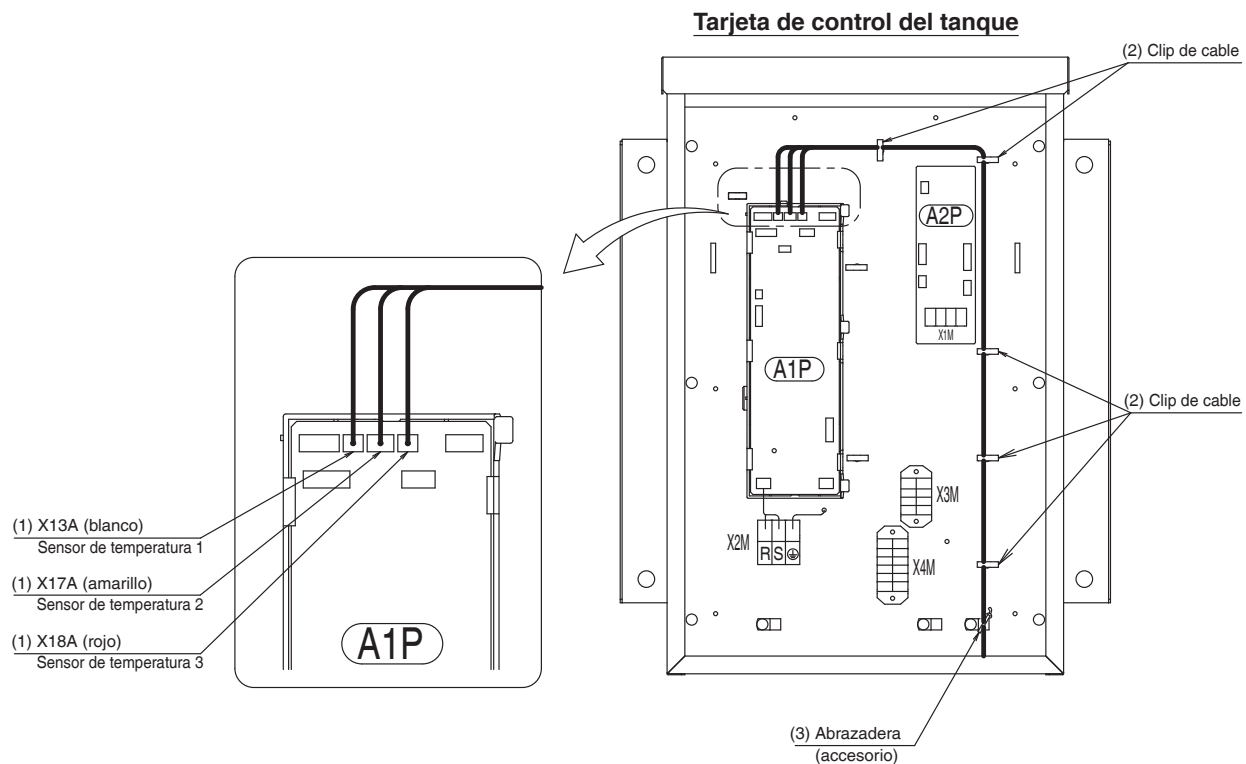

Fig. 6
- (2) Pase el mazo de cables del relé a través del clip del cable.
- (3) Para el mazo de cables del relé, asegure la abrazadera (accesorio) como se muestra en la Fig. 6 para no aplicar fuerza externa al conector.